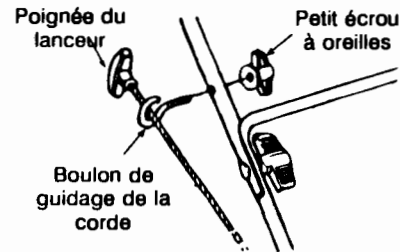

Figure 4
- Attachez-le avec un petit écrou à oreilles.. Voir la figure 4.